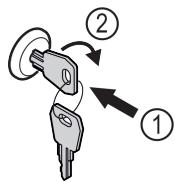

Fig. 174 例图
- 按入钥匙 Fig. 174 (1)。
- 将钥匙顺时针转动 90° Fig. 174 (2)。